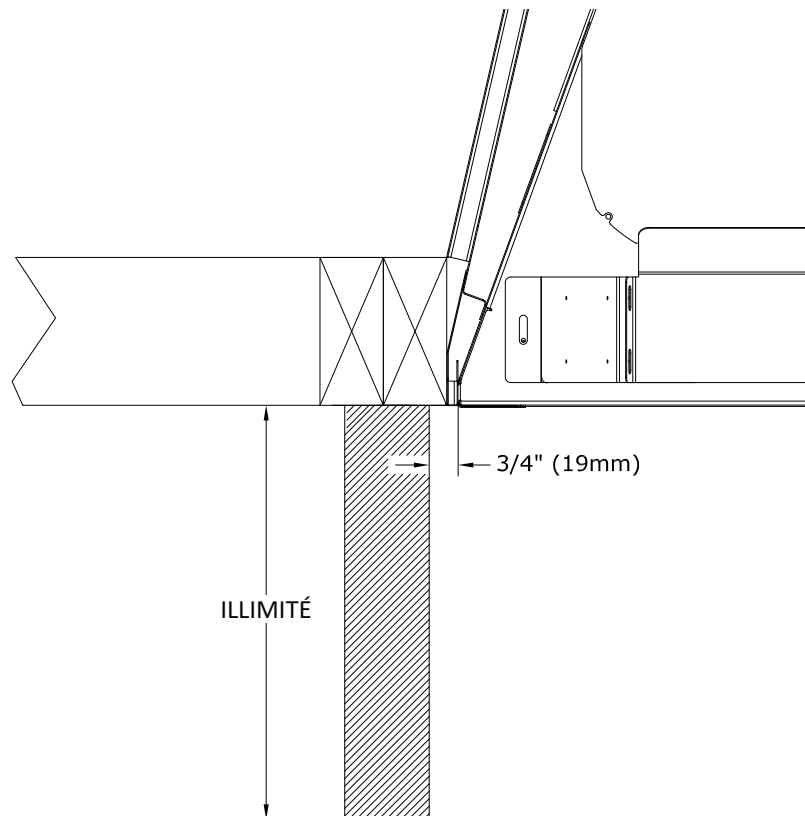

Figure 3.26 - Dégagements du mur latéral adjacent
- Montants (piédroits) du manteau: Voir «Dégagement au mur latéral combustible» (ci-dessous) et la Figure 3.26.
- Dégagement au mur latéral combustible: Comme la Figure 3.26 le montre, un mur latéral adjacent combustible ayant une projection illimitée peut commencer à 3/4 po (19 mm) du côté du foyer. Si vous installez le kit de garnitures de finition (en option), ce mur latéral adjacent combustible de projection illimitée peut commencer à 0 po (0 mm) de la garniture de finition latérale bordant le bord de finition latéral du foyer (voir le manuel du foyer pour plus d'information).
- La Figure 3.26 montre qu'un mur latéral adjacent combustible de projection illimitée peut commencer à 3/4 po (19 mm) du côté du foyer. Si vous installez le kit de garnitures de finition (en option), ce mur latéral adjacent combustible de projection illimitée peut commencer à 0 po (0 mm) de la garniture de finition latérale bordant le bord de finition latéral du foyer (voir le manuel du foyer pour plus d'information). Pour plus d'information sur le kit de garnitures de finition, voir les Sections 3.1.3 et 3.1.4.